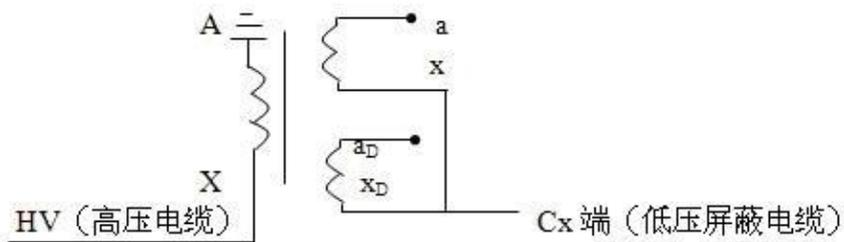

图 14 末端加压法接线
3) 末端加压法（正接线方式）见图 14 所示，此方法受 X 点耐压限制，只能施加 2.5~3kV 电压，同样，电容值误差较